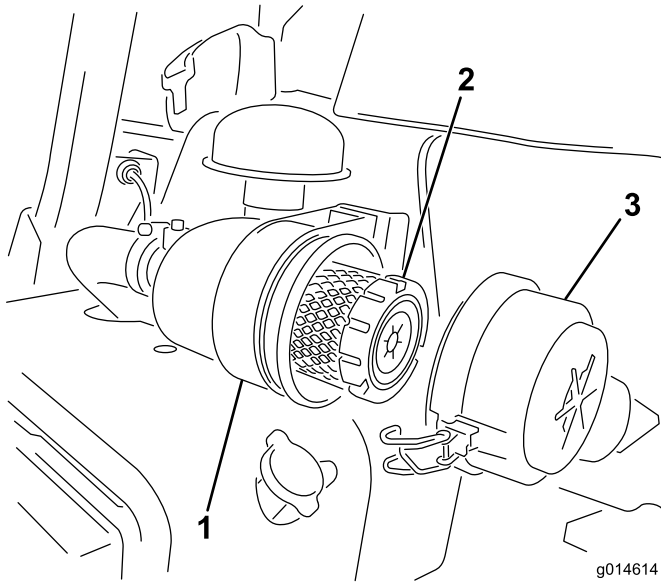

图41
1. 松开将空气滤清器盖固定到空气滤清器壳体上的门锁（图41）。
6. 固定门锁（图41）。